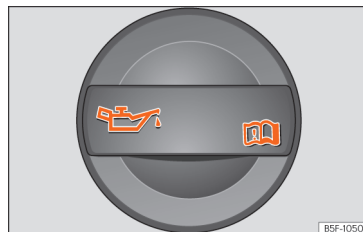

Рис. 216 Моторний відсік: кришка горловини для моторної оливи.
- Знайдіть заливну горловину для моторної оливи. Вона має символ  на кришці >>> **рис. 216**.
- Зніміть кришку заливної горловини для моторної оливи >>> **рис. 216**.